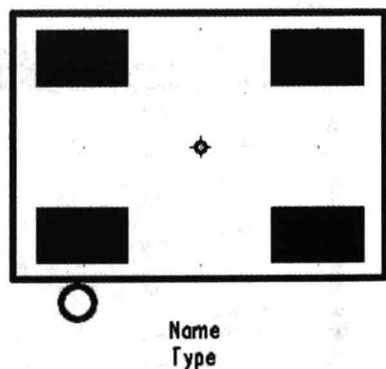

图 4-25 添加一脚标志
(2) 添加一脚标志。在绘图工具栏中单击绘制 2D 线图标 。再单击鼠标右键，从弹出的快捷菜单中选择【圆形】命令，在 1 号端点的旁边绘制一个圆形的一脚标志，完成后如图 4-25 所示。